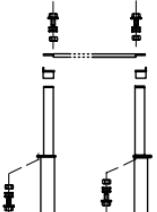

Рисунок 6 – Установка верхней балки
12. Установите верхнюю балку, как показано на рис. 6. Установите фотозелотрический сенсор и подключите его.